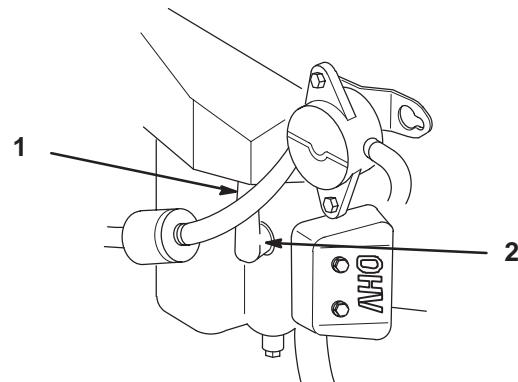

Bild 33
3. Ziehen Sie den/die Kerzenstecker von der (den) Zündkerze(n) (Bild 33). Reinigen Sie den Bereich um die Zündkerze(n), um zu verhindern, dass Schmutz in den Motor fallen und Schäden verursachen kann.
3. Drücken Sie den/die Kerzenstecker auf die Zündkerze(n) (Bild 33).